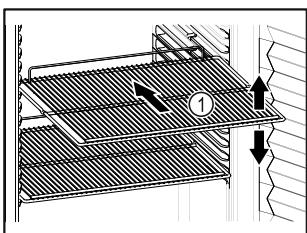

Fig. 55
- Wenn Abstellroste Fig. 55 (1) versetzbar sind, je nach Höhe anpassen.